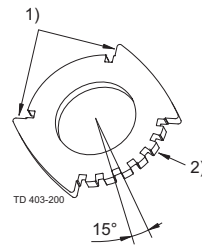

Fig. 3 Posizionamento capp.
- L. Maniglia multiposizione lucchettabile. Il lucchetto può essere montato come indicato in fig. 3.